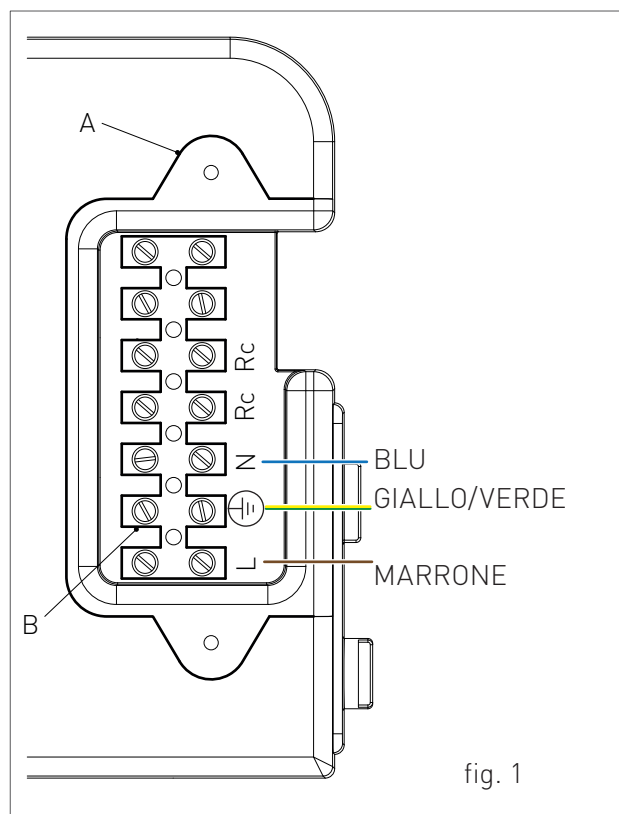

fig. 1
- › svitare le due viti e rimuovere il piastrino "A" (vedi fig. 1).
È necessario passare i cavi all'interno dello scaldabagno attraverso i passacavi 'P1' e 'P2' posti sotto la dima (vedi fig. 1). A tal fine bisognerà eseguire un foro sul passacavo, dal diametro leggermente inferiore rispetto al cavo, in modo che non passi l'aria.